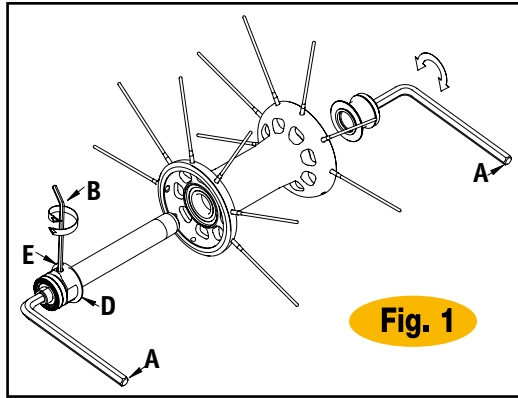

Fig. 1
- Enfilez deux clés 6 pans (A) à l'intérieur des contre-écrous aux extrémités des moyeux. (Fig.1). en tournez les dans le sens contraire des aiguilles d'une montre.
- Enfilez l'axe à l'intérieur du corps du moyeu et bloquer avec force le contre-écrou mobile. Si besoin effectuer un réglage du moyeu en agissant sur la bague (D) :
- Dévisser la vis pointeau (E) avec une clé 6 pans (B) (Fig.1).
- Engager à nouveau l'axe (C) avec son entretoise à l'intérieur du corps du moyeu en faisant très attention au positionnement des cliquets et bloquez avec force le contre-écrou mobile et effectuez si nécessaire un réglage du moyeu en agissant sur la bague (D) :
- Resserrer la vis pointeau (E).